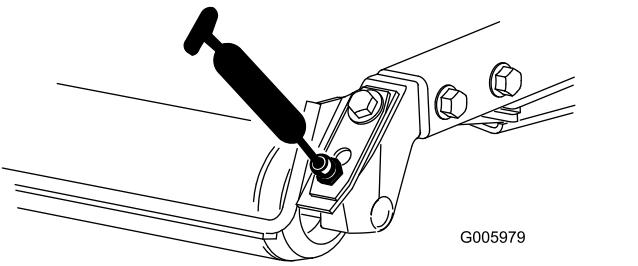

Figura 24
- Cojinetes de los rodillos traseros (2 por unidad de corte) (Figura 24).